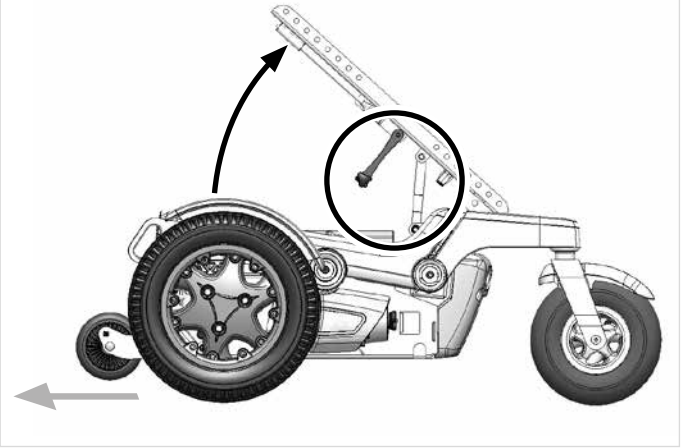

Fig. 6.8
- Avant de lâcher, vérifiez d'avoir bien placé la béquille du siège pour éviter qu'il ne se referme accidentellement (Fig.6.7 Avant - Fig.6.8 Arrière - Fig.6.9 Hybride).